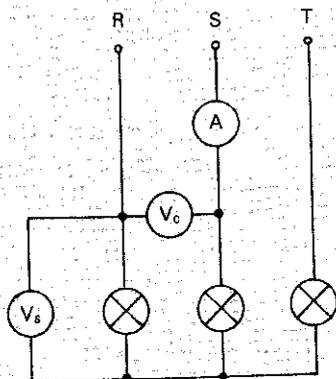

Figura 15.26
Ahora consigue tres lámparas incandescentes de 60 W a 127 V y conéctalas en estrella a una red trifásica de 220 V entre fases. Conecta un voltímetro entre las fases (V_c) y otro entre los bornes de una de las lámparas (V_s) con el objeto de medir la tensión compuesta y simple, respectivamente. Conecta también un amperímetro (A) en una de las líneas para comprobar el valor de la corriente de línea y de fase (Figura 15.26).